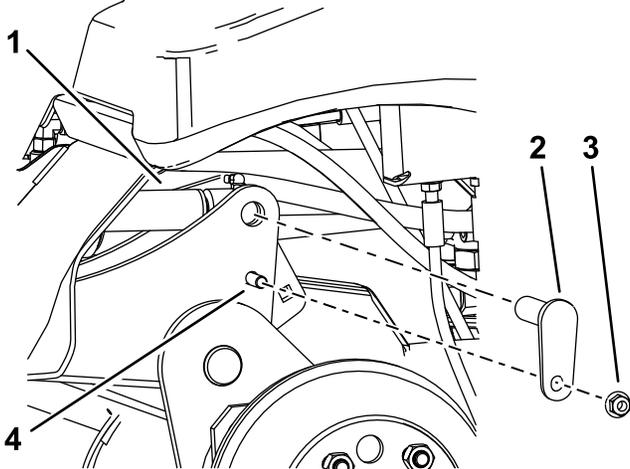

図 10
C. ポンチを使って、シリンダロッドの穴と昇降アームの穴を揃える 図 10。
D. ボルト 3/8" x 1 1/4" 2本、ナット 3/8" 2個、小さいピン 2本を使用して、昇降アームをシリンダに固定する 図 10。